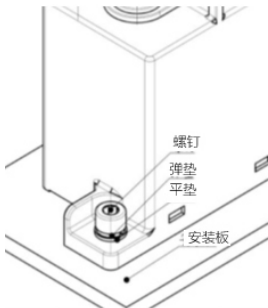
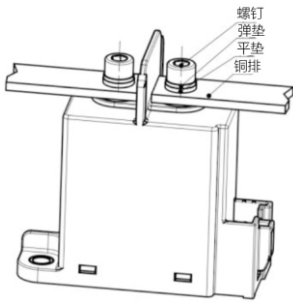

图 10 接触器安装要求图
图 11 主电路安装要求图
- 8.5 为防止出现松动，接触器请按图 10 安装，主电路请按图 11 安装。